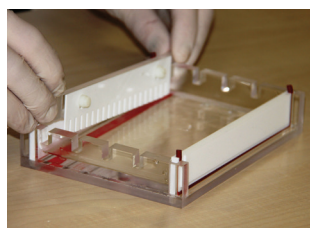

Abb. 2
- Setzen Sie die benötigten Kämmen in die dafür vorgesehenen Schlitze in der Gelgießschale ein (Abb. 2).